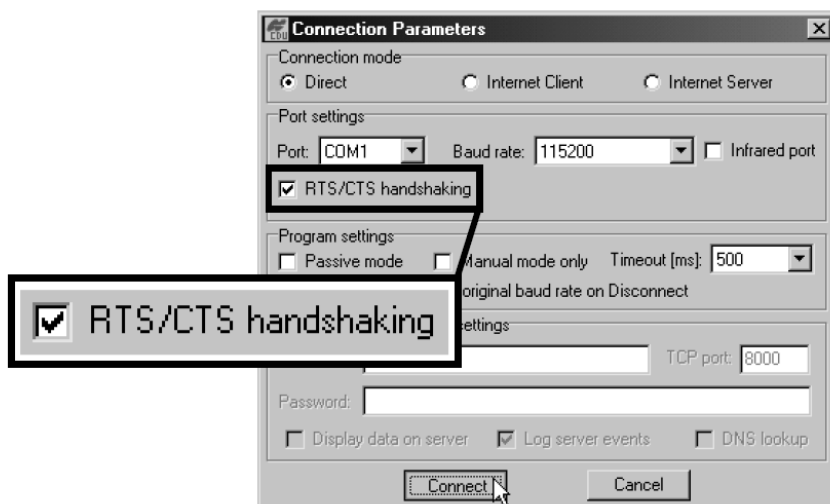

Рисунок 4-6. Параметры соединения – подтверждение использования RTS/CTS
2. В диалоговом окне **Connection Parameters** выберите “RTS/CTS handshaking” (квитирование RTS/CTS), и щелкните на кнопке Connect (Соединить), см. рис.4-6.